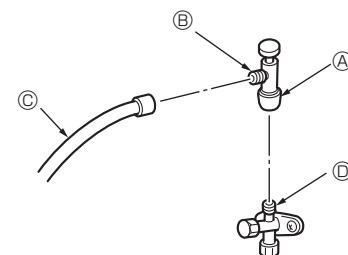

Fig. 4-8
Försiktighetsåtgärder när påfyllningsventilen används (Fig. 4-8)
4.7. För dubbla/tredubbla/fyrdubbla kombinationer (Fig. 4-8)